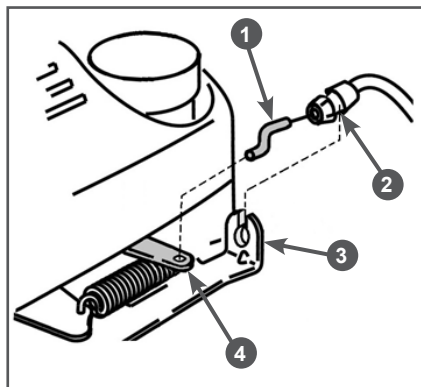

Рис. 4 Установка троса остановки двигателя
1. Вставьте Z-образный конец троса 1 в отверстие на рычаге 4 тормоза маховика. Далее введите трос через прорез в кронштейне 3, после чего оболочку троса 2 вставьте в отверстие в кронштейне крепления троса 3 до надежной её фиксации (Рис. 4).